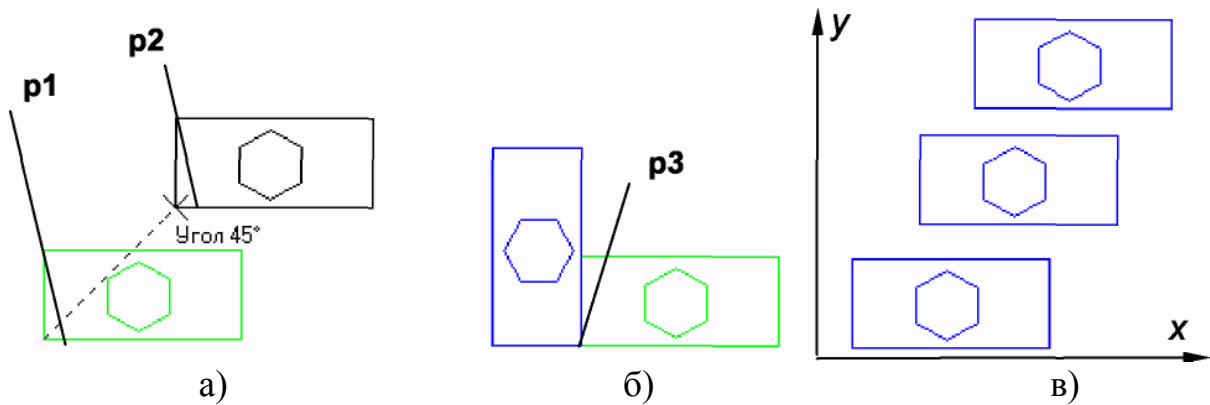

Рис. 4.3. Приклади використання команд зрушення й копіювання об'єктів
3) вказати положення базової крапки p1 (рис. 4.3а);
4) вказати нове положення базової крапки p2 (рис. 4.3а);
- 3) указати положення базової крапки p3, щодо якої здійснюється поворот фрагмента (рис. 4.3б);
Копіювання. Копіювання здійснюється зсувом копії по осях x и y (рис. 4.3в).